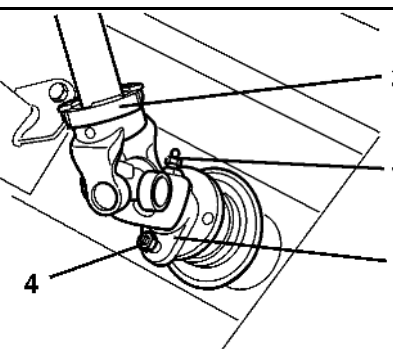

Fig. 59
9. Skyv på det halve vernerøret (Fig. 59/1).
10. Drei vernetrakten (Fig. 59/2) i sperreposisjon.
11. Skru inn låseskruen (Fig. 59/3).